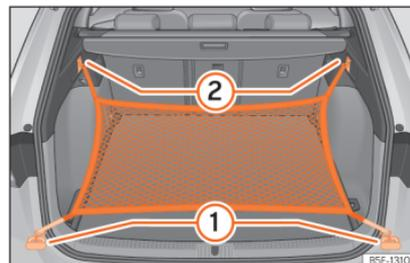

Fig. 136 Na bagageira: argolas ① e ganchos ② para fixar o saco de rede.
- Fixe os ganchos curtos da rede nas argolas de fixação »» Fig. 136 ① »» ⚠. O fecho de correr do saco deve ficar voltado para cima.
- Fixe as fitas nos ganchos para prender sacos ②.